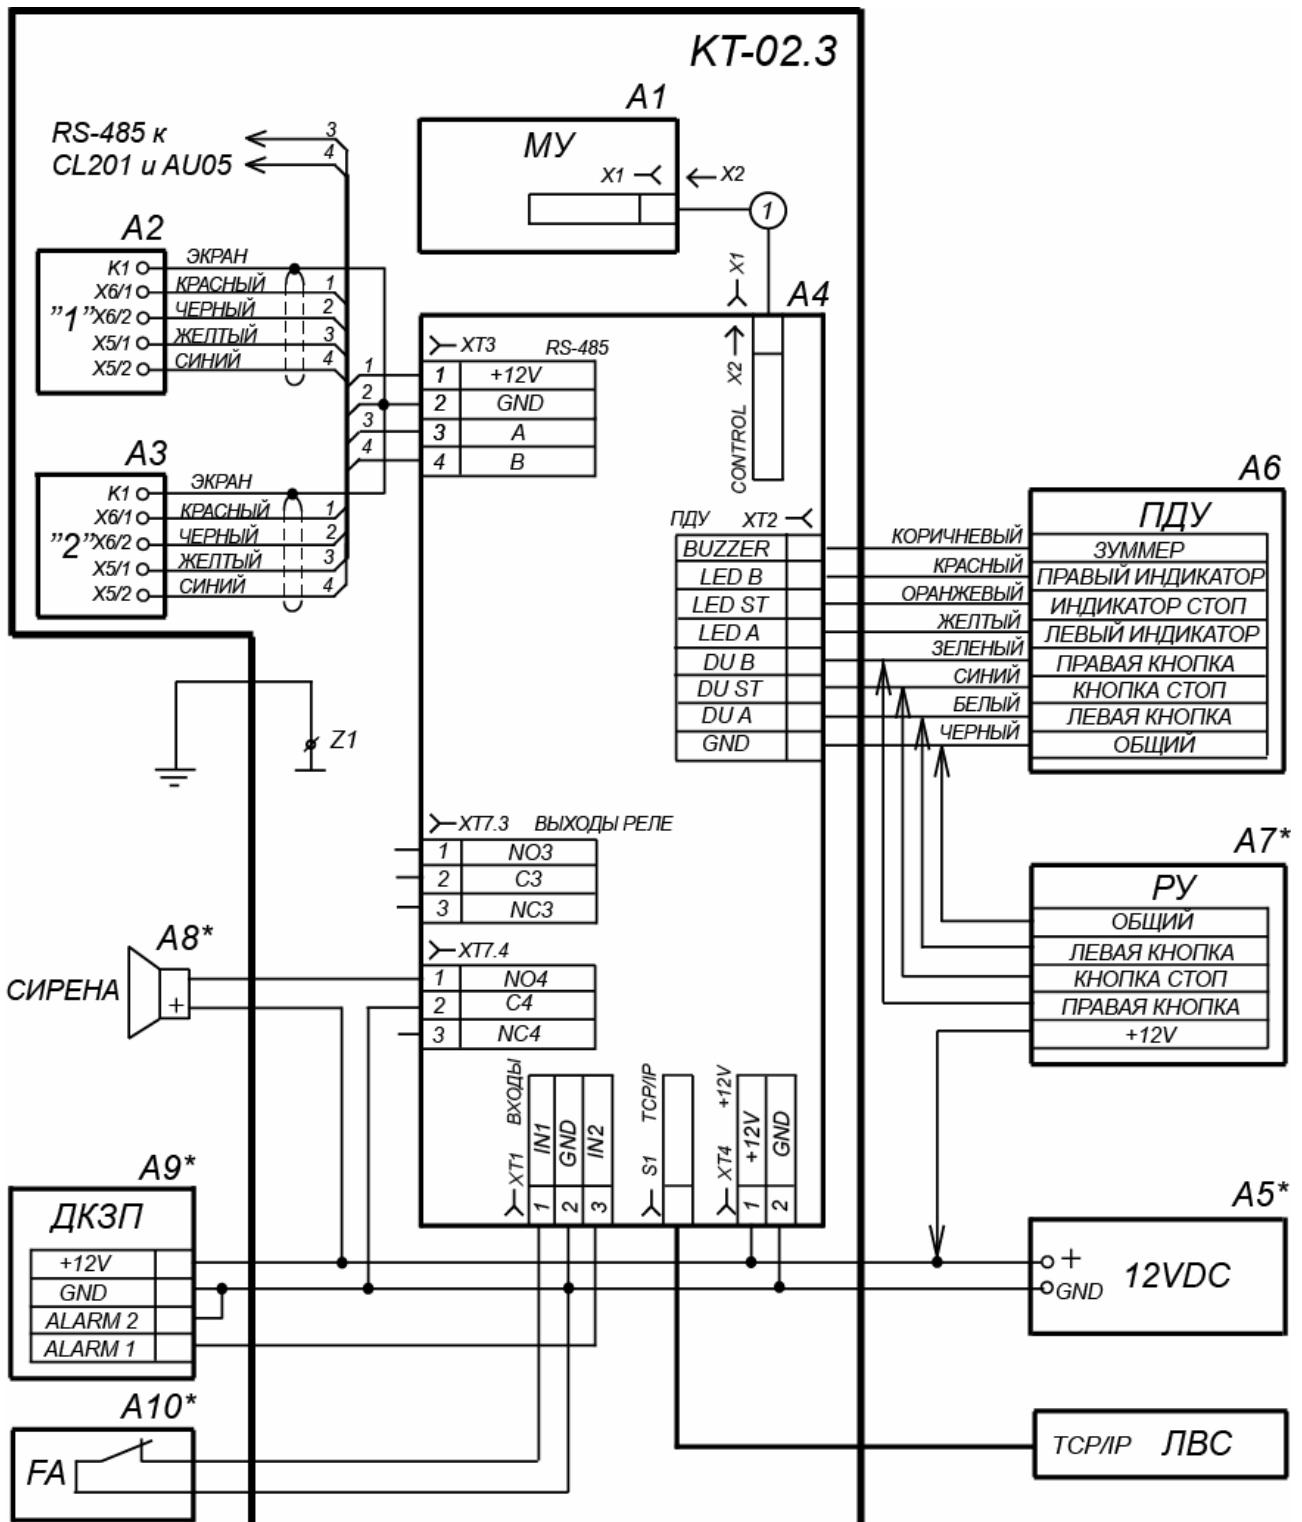

Рисунок 12. Схема подключения ЭП и дополнительного оборудования¹
Расположение клеммных колодок на плате контроллера ЭП показано на рис. 5, назначение контактов клеммных колодок указано в табл. 1. Схема подключения приведена на рис. 12. Используемые при подключении типы кабелей указаны в табл. 5. При монтаже ЭП придерживайтесь следующей последовательности действий:
8. Снимите крышку турникета (3), открыв ключом замок (4) (см. раздел 5.4).
9. Подключите кабель питания (12) к клеммной колодке XT4 на плате контроллера. Подключите кабель (10) ПДУ (9) к клеммной колодке XT2. Подключите, при необходимости, кабели от других устройств к соответствующим клеммным колодкам платы контроллера (см. рис. 5 и рис. 12).
- позиционные обозначения А1-А4 – указаны на рис.12.